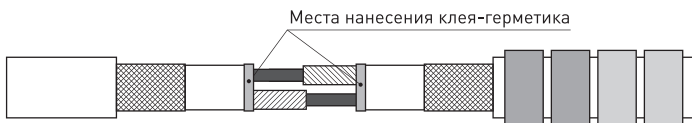

Рисунок 16
6.13 На места выхода токопроводящих жил из изолированной матрицы – нанести клей-герметик (рисунок 16).